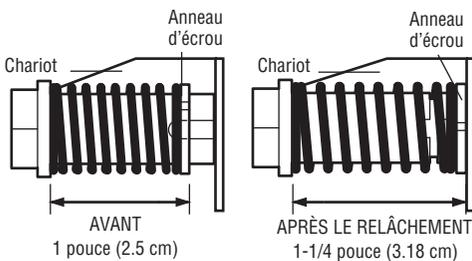

Figure 3
3. Placer une clé ouverte de 7/16 de pouce sur l'extrémité carrée. Tourner environ 1/4 de tour jusqu'à ce que le ressort se dégage et enclenche la bague contre le chariot (Figure 3).